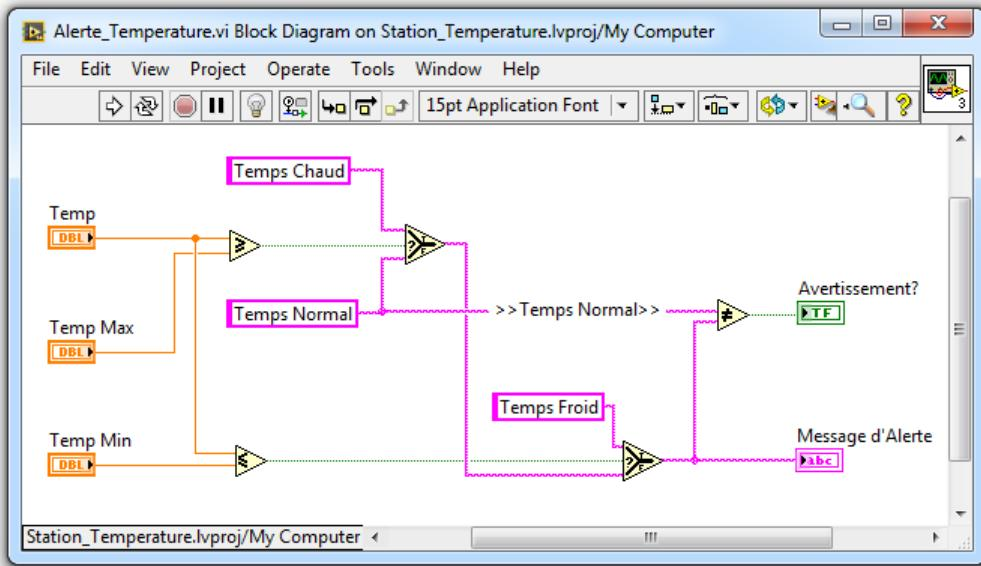

Figure 2.3. Exemple de diagramme du VI Alerte_Temperature.vi.
3. Création du diagramme du VI conformément à la **figure 2.3**.